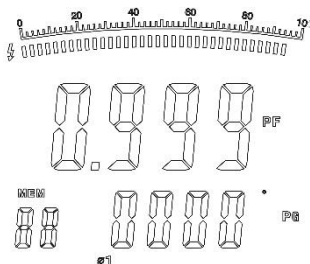

Рис. 18
4. При измерении по схеме «3 фазы, 4 провода» см. рис. 18, 19 и 20.
- Нажать **SEL**, чтобы выбрать первую фазу, см. рис. 18.